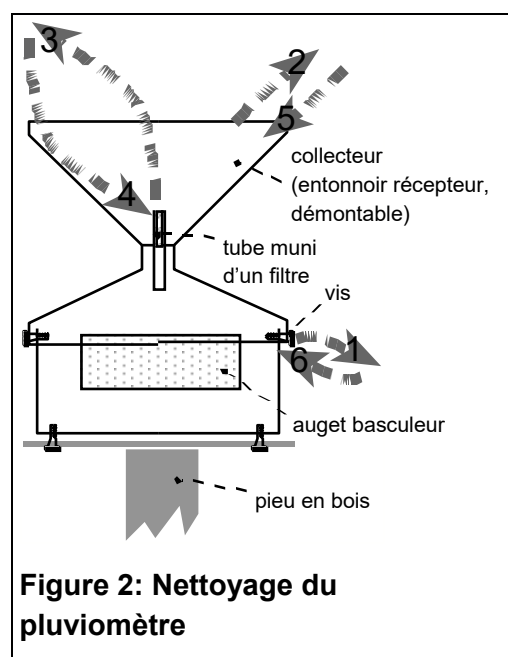

Figure 2: Nettoyage du pluviomètre
- Le pluviomètre (Figure 2) de la station sous couvert doit être nettoyé à chaque visite. Celui de la station hors couvert seulement s'il est sale.